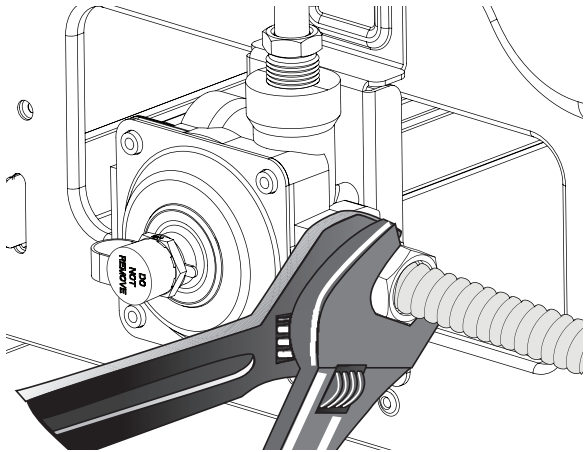

Fig. 10
- c. Serrez le raccord de l'alimentation en gaz et / ou le conduit de l'appareil sur l'adaptateur de raccord de torche situé sur le côté droit du régulateur de pression (voir Fig. 10) en utilisant AU PLUS QUE 15 pi / lb. de couple. Assurez-vous de stabiliser l'adaptateur de raccord évasé de 1/2" avec une clé à molette avant de serrer le raccord d'alimentation en gaz et / ou le conduit de l'appareil.